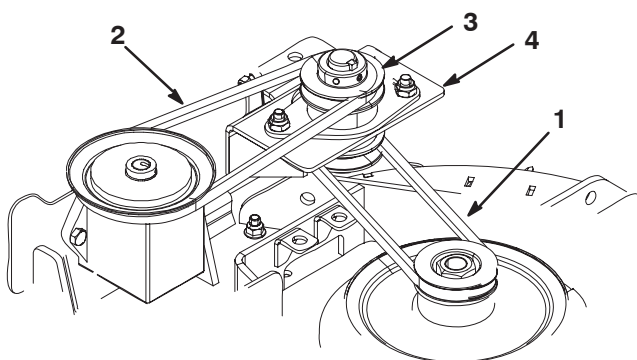

Bild 16
- Lösen Sie die Schraube und Mutter, mit denen die Zwischenwelle an der Einstellhalterung befestigt ist (Bild 16).
- Lösen Sie die zwei Schrauben und Muttern, mit denen die Einstellhalterung an der Gebläsebefestigung montiert ist (Bild 16).